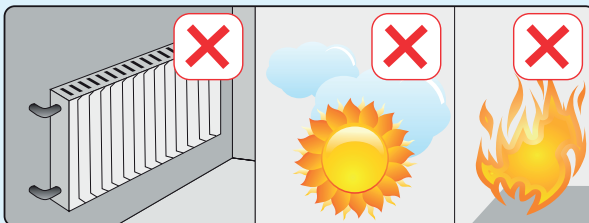

IMAGEN 5
- Ponga a una distancia de fuentes de calor por lo menos (1) metro. (estufa, calentador, estufa eléctrica, etc.) (Imagen 5)